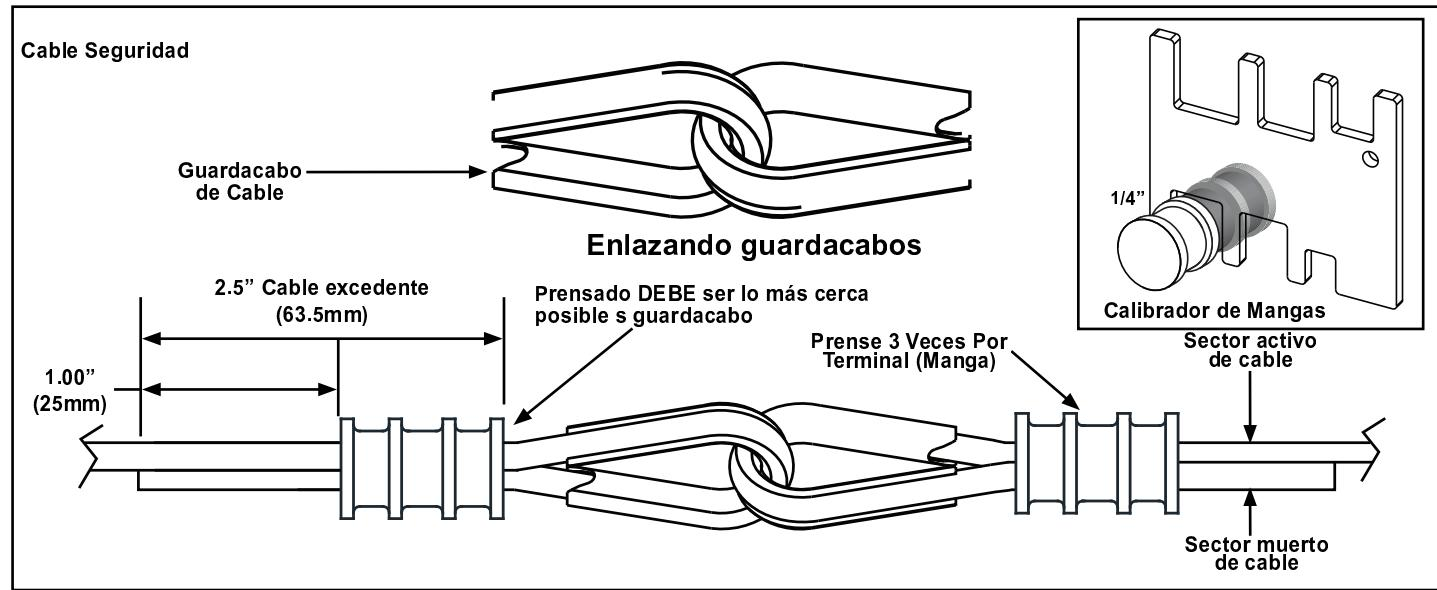

Figura 3-140
El método requerido para empalmar dos (2) cables juntos es usar Abrazaderas y guardacabos, usando el número de mangas recomendado en cada extremo. Vea Figura 3-140.
No empalme extremos de cables. Use método con guardacabos. Vea Figura 3-140.
- Paso 1. Enlace guardacabos juntos. Ver Figura 3-140.
- Paso 2. Pase un excedente mínimo de 2.5" (63.5 mm) de cable $\frac{1}{4}$ " por el guardacabo como se muestra en Figura 3-140 abajo.
- Paso 3. Ensamble todos los componentes juntos dejando 1.00" (25.4 mm) de cable $\frac{1}{4}$ " "sector muerto" sobresaliendo las mangas Nycro-Press como se muestra en Figura 3-140.
- Paso 4. Usando una prensa manual o Hidráulica, presione la manga Nycro-Press (3) veces.